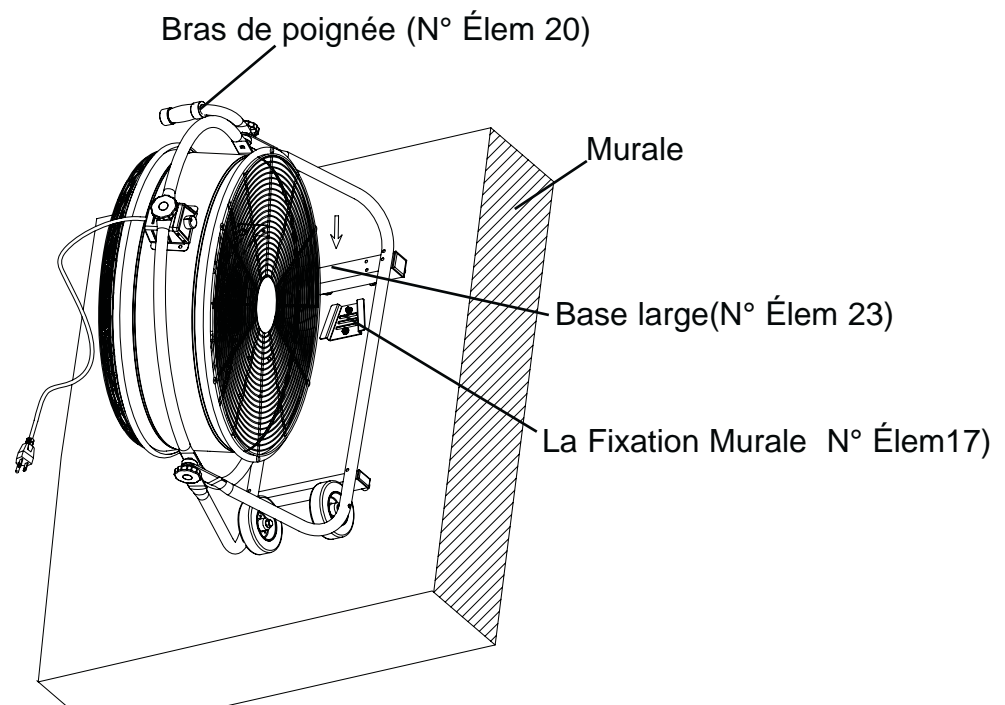

Figure 13: l'installation de la fixation murale
2. Faites coulisser le support mural L (N° Élem 25 à la Figure 13) et le support mural R (item no 26) installés sur la base large (N° Élem 23) sur la fixation murale.